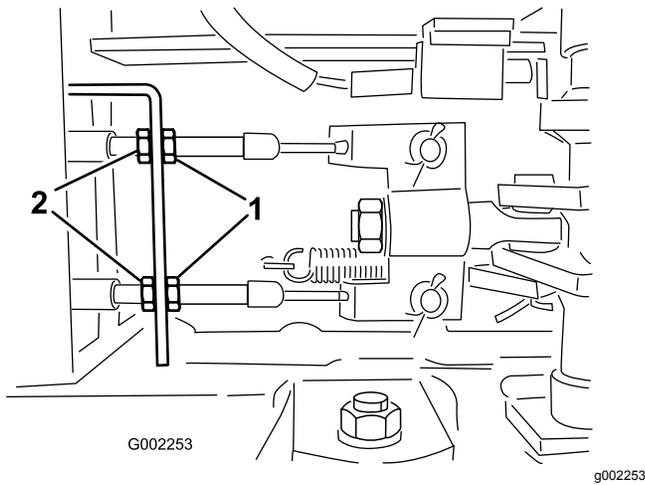

Bild 57
5. Lösen Sie die vorderen Muttern an den Bremskabeln unter der Vorderseite des Sprühfahrzeugs (Bild 57).
6. Ziehen Sie die hinteren Muttern gleichmäßig an, bis das Spiel des Bremspedals 1-2 cm beträgt, bevor Sie einen Widerstand spüren (**Bild 57**).